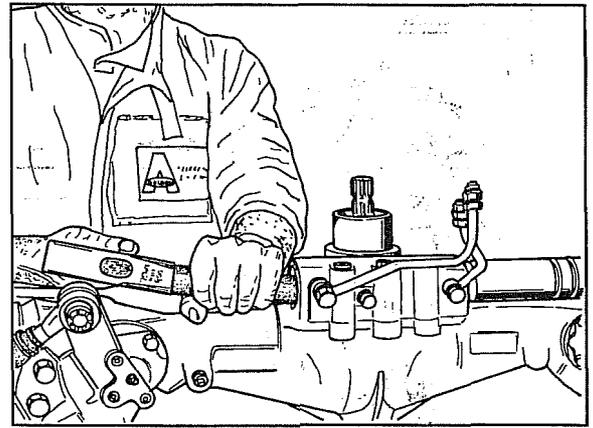

Fig. 79
15. Poner un recipiente para la recolección del aceite en la base del eje, luego extraer el cilindro del lado del que habíamos desmontado la junta esférica operando como se ve en la fig. 79.